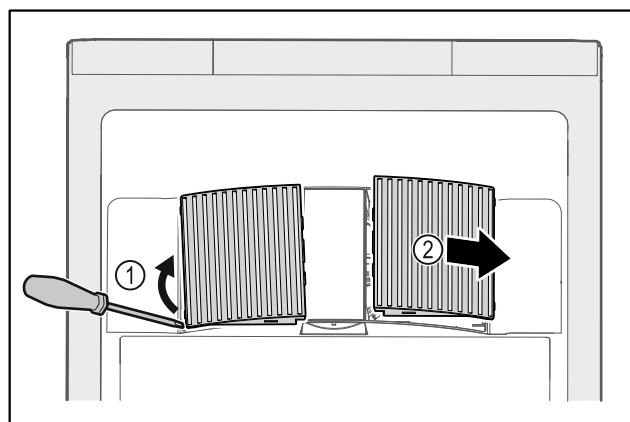

Fig. 161
- Pokrov ventilatorja previdno dvignite s strani Fig. 161 (1) in ga odstranite v smeri naprej Fig. 161 (2).